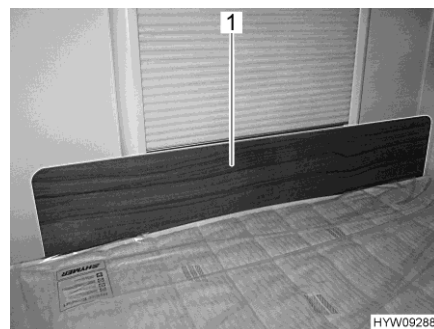

Bild 75 Schutzblende/Herausfallschutz
- Schutzblende (Bild 75,1) vor dem Fenster zwischen Matratze und Fensterrahmen stecken. Die Klemmwirkung der Matratze hält die Schutzblende in ihrer Position vor dem Fensterrahmen.